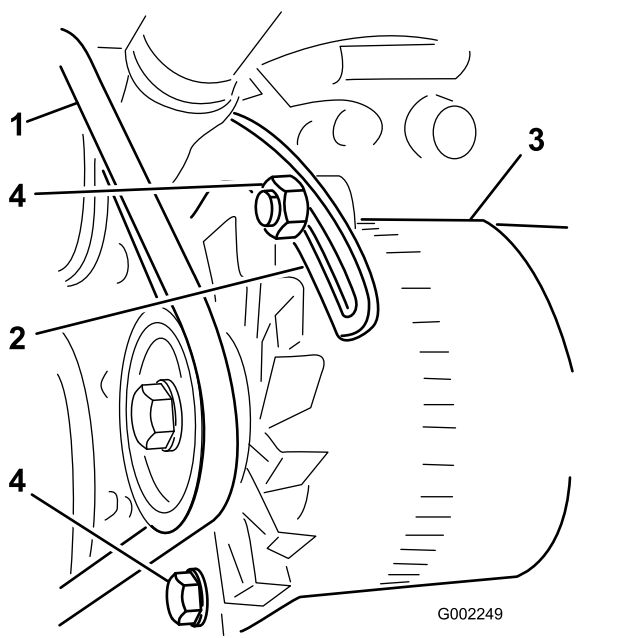

図 84
8. ラジエーターのキャップを軽く締めてエンジンを始動する 図 84。
3. プレースをエンジンに固定しているボルト、およびオルタネータをプレースに固定しているボルトをゆるめる (図 84)。